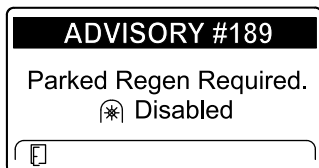

Figura 37
- Si no se realiza la regeneración con la máquina aparcada en un plazo de 2 horas, el InfoCenter muestra ADVISORY #189 (Aviso n.º 189) solicitando la regeneración con la máquina aparcada e indicando la desactivación de la toma de fuerza (Figura 37).